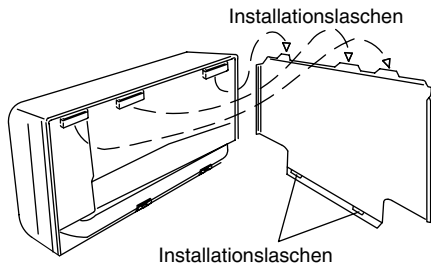

Abb. 3-26
1. Die Inneneinheit zum Anbringen auf die Montageansätze am oberen Teil der Rückwand setzen. (Abb. 3-26)